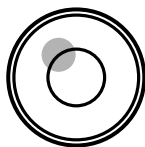

図 4.4
6) 球面脚頭の場合、定心かんで少しゆるめ、底板⑦を両手で持って脚頭上をすべらせ、円形気泡管⑤の○付近に気泡を導きます。(図 4.4)